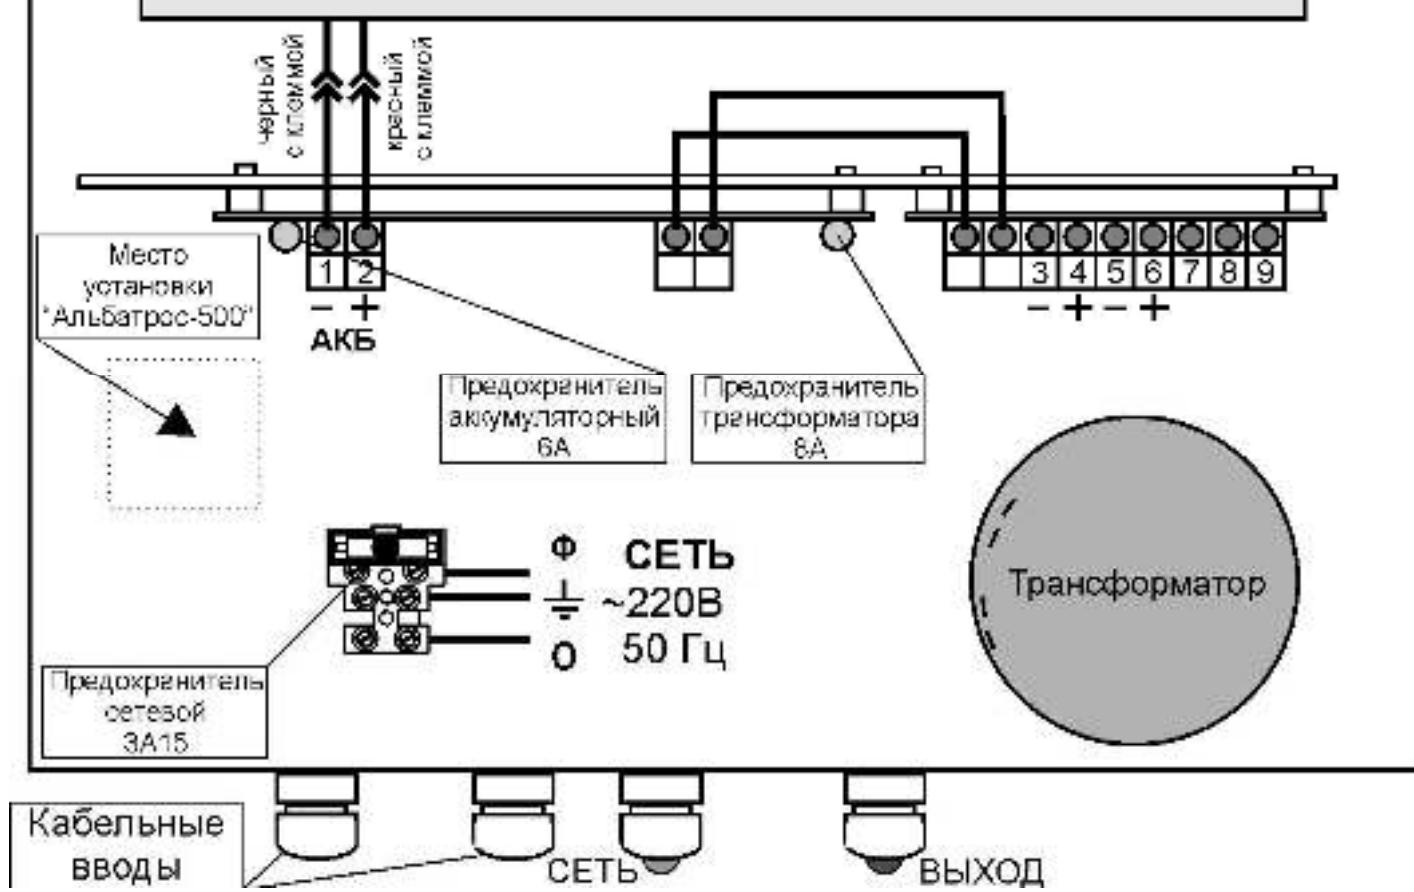

Рис.3 Вариант подключения АКБ без термостата.
- в случае эксплуатации источника без терmostата, подключить аккумуляторную батарею к клеммам «АКБ» с учетом полярности (**красный провод – к клемме «плюс» АКБ**) рис.3 (см. приложение). Подложить под «АКБ» прокладку из пенополиэтилена.